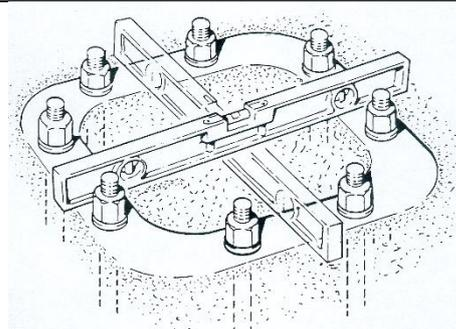

Abb. 22
5. Den Fundamentrahmen möglichst mit einer Wasserwaage nivellieren, den Sockel auffüllen und die Oberfläche glätten (Abb. 22).